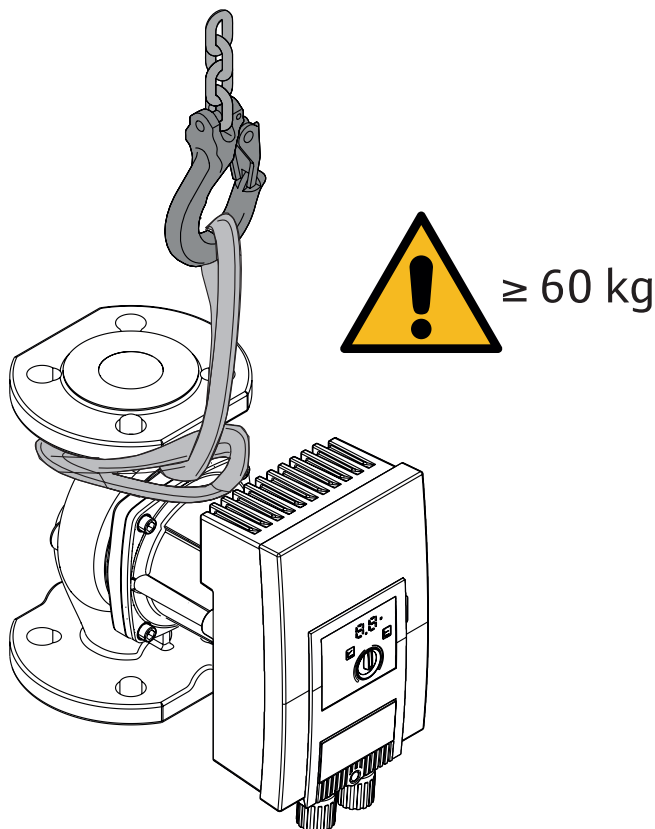

Fig. 3: Transport
- Bær kun pumpen i motoren eller pumpehuset → Fig. 3.